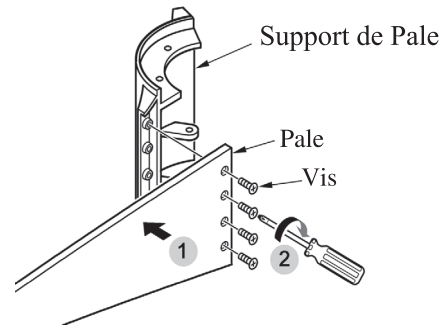

FIG.1
1. Fixez chaque pale au support de pale à l'aide des vis des pales. Serrez-les soigneusement. (Voir fig.1)